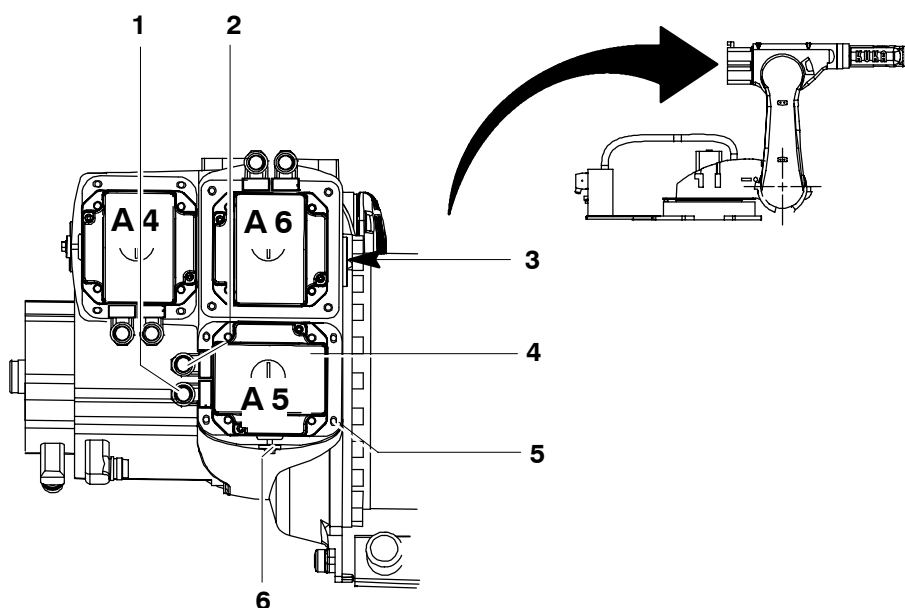
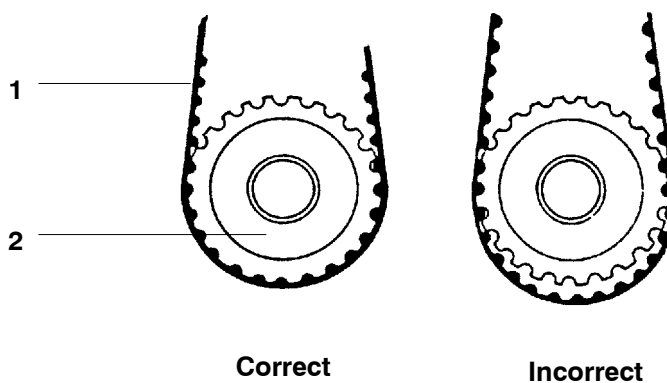

Fig. 115 Démontage et montage de l'entraînement de l'axe du poignet A5
Fig. 116 Courroies dentées et pignons de courroie dentée
- (1) Desserrer et retirer les connecteurs XM5 et XP5 des connecteurs femelles (Fig. 115/1, 2).
- (2) Enlever le couvercle (3).
- (3) Desserrer la vis de réglage (6) de plusieurs tours.
- (1) Le cas échéant procéder à la déconservation de l'entraînement de l'axe du poignet A5 (Fig. 115/4) afin de le monter. Poser la courroie dentée (Fig. 116/1) sur le pignon de courroie dentée (2).
Monter l'unité d'entraînement de façon à ce que les connecteurs femelles (Fig. 115/1, 2) destinés aux connecteurs XM5 et XP5 se trouvent à gauche.
Lors du montage de l'unité d'entraînement, veiller à ce que la courroie dentée et le pignon de la courroie dentée s'engrènent conformément à la Fig. 116.
- (2) Monter quatre vis à six pans creux M6x25 (Fig. 115/5) sans oublier les rondelles-frein pour les serrer ensuite jusqu'à ce que l'unité d'entraînement puisse être poussée sans jeu.
- (3) Régler la tension de la courroie crantée (voir module-doc "Instructions de réglage" du robot).
- (4) Serrer légèrement la vis de réglage (6).
- (5) Connecter les connecteurs XM5 et XP5.
- (6) Procéder au réglage du point zéro (voir manuel logiciel KR C4, chapitre "Mise en service", paragraphe "Calibration/Décalibration du robot").
- (7) Monter le couvercle (3).
- (8) Vérifier la tension d'une courroie dentée neuve après env. 100 heures de service (voir le chapitre 11, "Instructions de réglage").